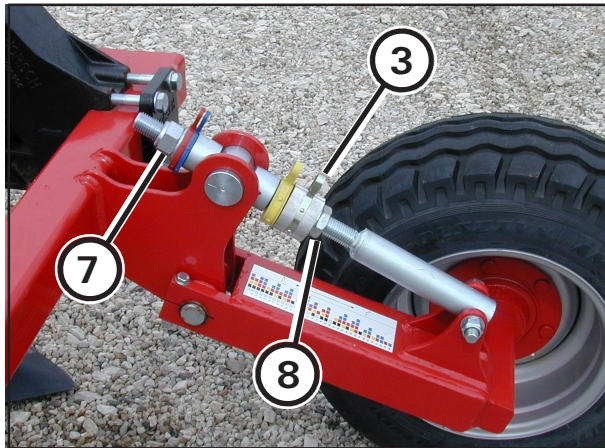

Abb. 5.05: Tiefeneinstellung Stützrad
- Die Kolbenstangen an den Hubzylindern (2) und die Führungsstangen (3 - Abb.: 5.05) an den Stützrädern mit gleichen Distanzstücken (Farbkombination und Anzahl) befüllen.